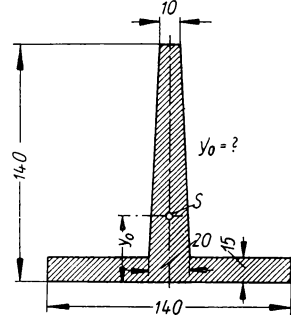

Bild 79
**218.** Für den T-Stahl von den gegebenen Querschnittsmaßen soll die Schwerpunktslage  $y_0$  berechnet werden (Bild 79).